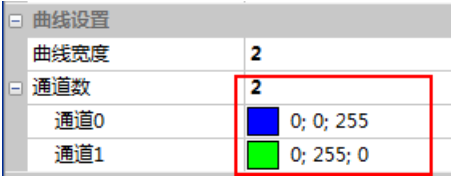

图 4-2 设置通道数
- 2、 设置通道数→2，对通道 0、1 设置不同颜色，如图 4-2 所示。